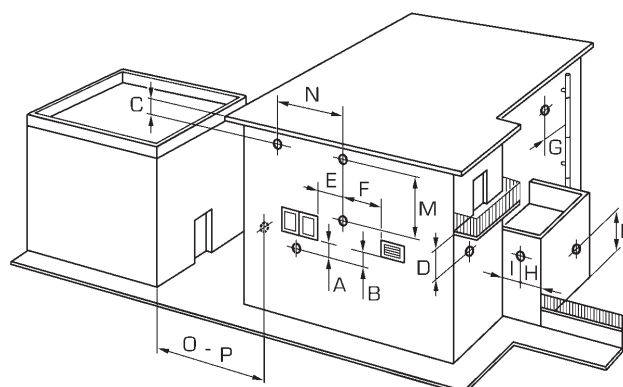

Fig. 10
2.8 POSICIÓN DE LOS TERMINALES DE EVACUACIÓN (fig. 10)
respetadas, presentadas en la Tabla 3, representan indicaciones no vinculantes, con referencia a un edificio como el de la fig. 10.